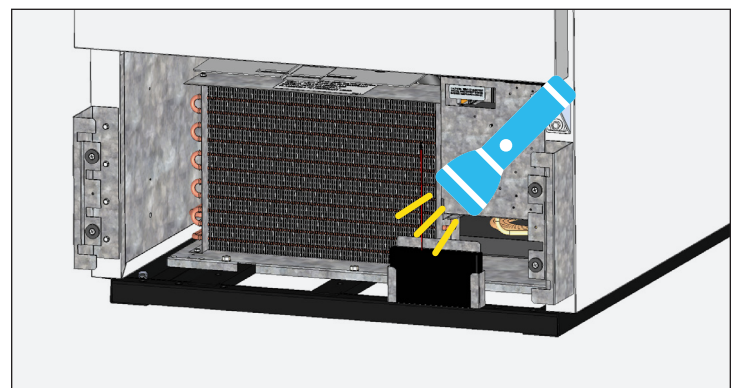

Fig. 6. Vérifiez que toutes les obstructions ont bien été éliminées.
4. Une fois la saleté retirée de la surface du serpentin, utilisez une lampe torche pour vérifier que vous voyez à travers le serpentin et observez la rotation des lames du ventilateur du condenseur. Voir fig. 6.